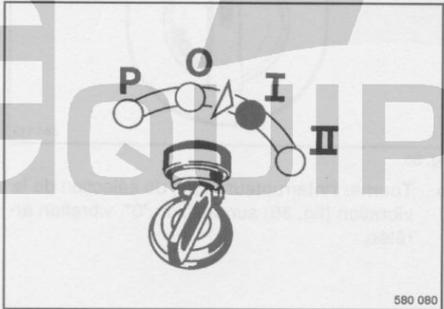

fig. 39
- Tourner la clé de contact (fig. 39) sur position „I“.